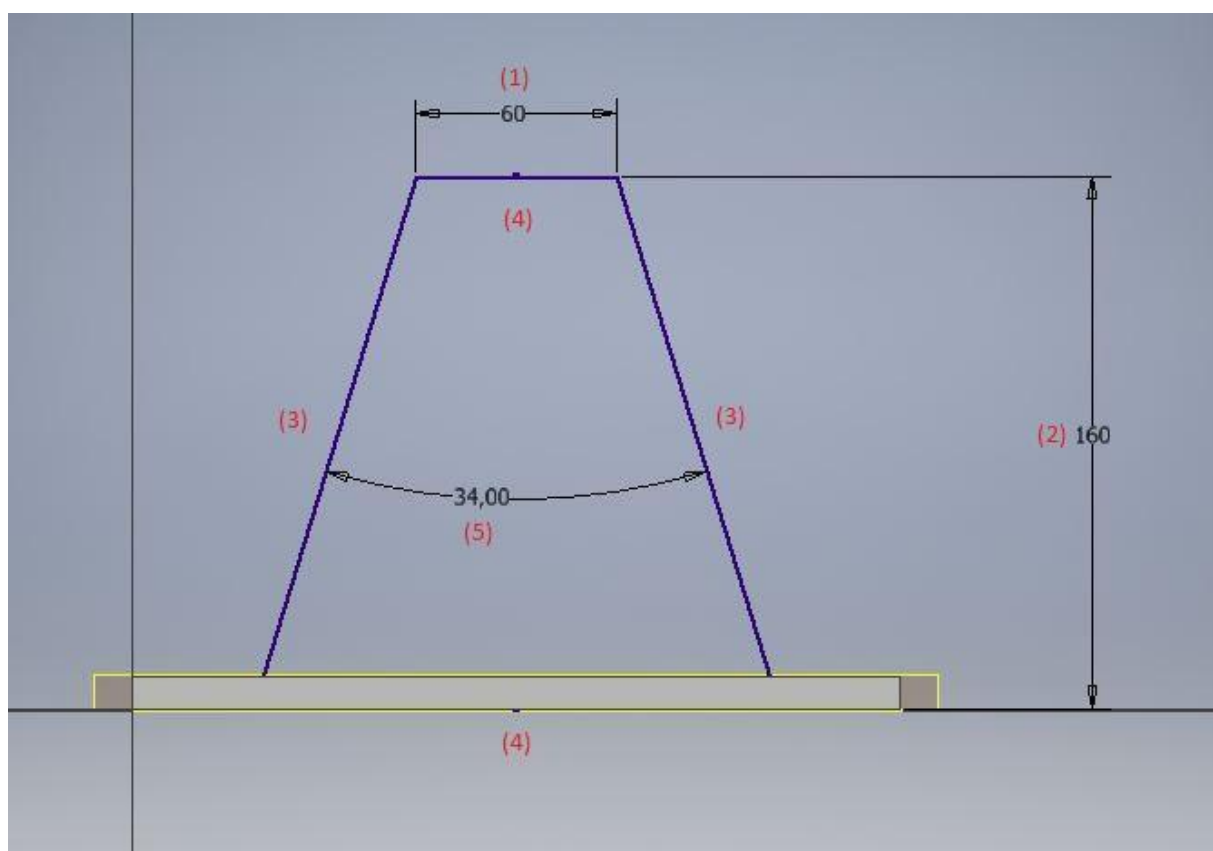

Рис. 4. Построение вспомогательной плоскости
Создаем 2D-эскиз на построенной вспомогательной плоскости согласно чертежу. Сначала изобразим произвольную трапецию, как на рис. 4, при помощи инструмента «Отрезок». Затем установим длину верхнего отрезка равной 60 мм (1) и расстояние от него до низа детали равным 160 мм (2). Далее применим зависимость «Равенство» (3) на боковые стороны трапеции и выровняем по вертикали середину верхнего отрезка и середину всей детали (середина нижнего отрезка прямоугольника серого цвета) (4).